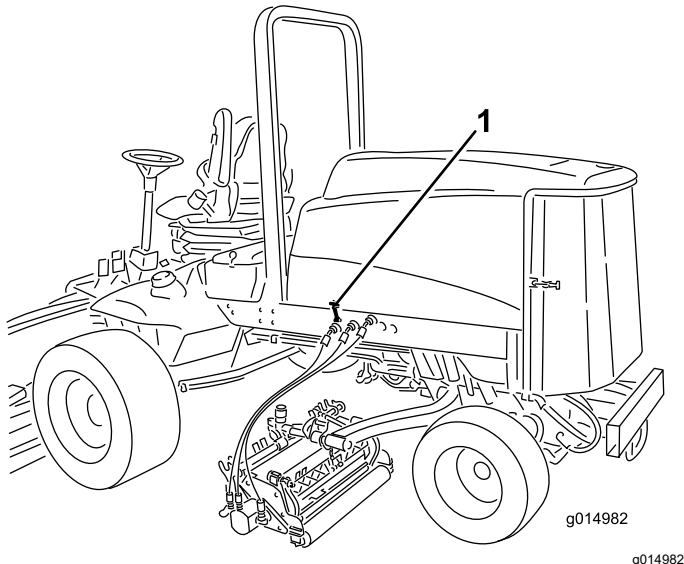

Bild 32
2. Lösen Sie die Motorhaubenriegel und öffnen Sie die Motorhaube (Bild 32).